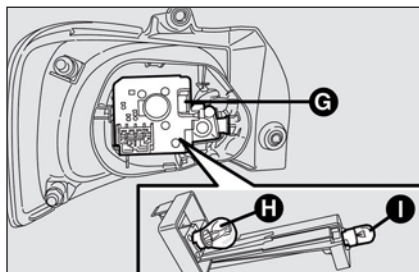

fig. 33
- premere l'aletta **G**-fig. 33 di bloccaggio portalampade in modo da estrarlo dalla sua sede;
La disposizione delle lampade del gruppo ottico è la seguente (fig. 33):